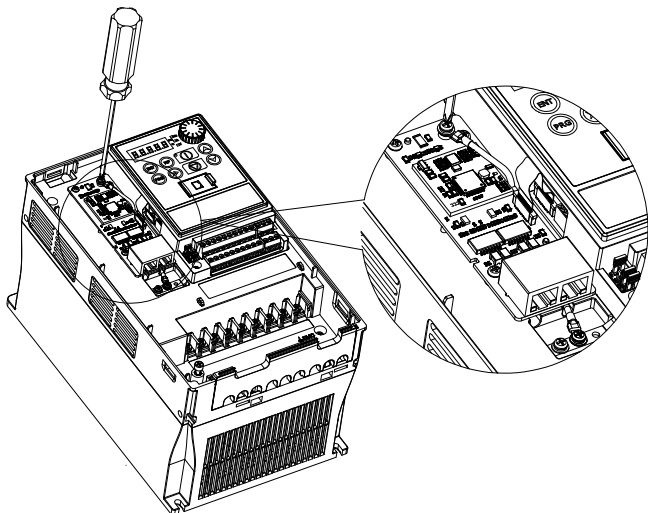

图 2-3 G100-Profinet 扩展卡安装示意图
- 3) G100-Profinet 扩展卡安装: 如图 2-3, 在进行 G100-Profinet 扩展卡的安装时, 请遵循以下步骤以确保正确和安全的安装: ①地线穿过 G100-Profinet 扩展卡过线孔; ②板卡置于中壳上, 用 4 颗 ST2.9X9.5 自攻螺钉固定板卡; ③用 M3X10 组合螺钉将地线线鼻子固定在板卡上的接地贴片螺母上; ④将板卡上的 FPC 插座锁扣轻轻抬起, 插入 FPC, 压下锁扣锁紧。注意: FPC 斑马条方向朝向与 FPC 插座接触方向相匹配。